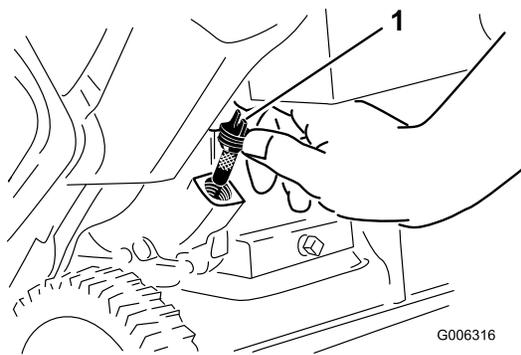

Figura 8
2. Limpie la zona alrededor del tapón de llenado de aceite (Figura 8).